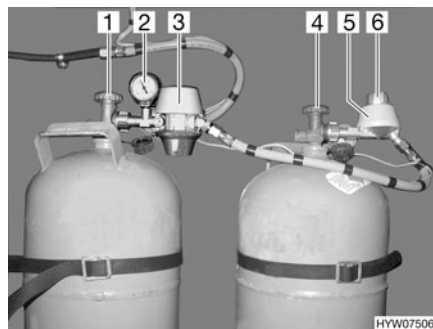
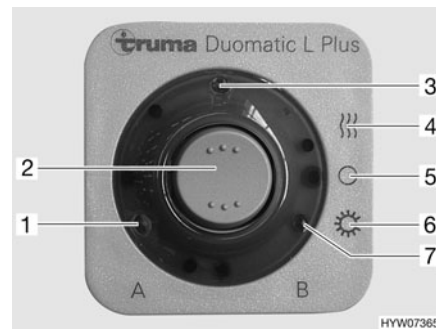

Fig. 125 Dispositif de commutation Duomatic
Fig. 126 Unité de commande
Le dispositif de commutation Duomatic consiste en un régulateur central (Fig. 125,3) et un régulateur de commutation (Fig. 125,5). Un bouton rotatif (Fig. 125,6) situé sur le régulateur de commutation permet de définir laquelle des bouteilles de gaz est celle de service et laquelle est celle de réserve.
Le manomètre (Fig. 125,2) du régulateur central affiche la pression dans la bouteille de gaz et non pas le niveau de remplissage de la bouteille. Le manomètre permet de contrôler l'étanchéité de la bouteille de gaz.
Seules les fonctions électriques peuvent être activées sur l'unité de commande (Fig. 126). Les robinets principaux des bouteilles de gaz (Fig. 125,1 et 4) doivent être ouverts manuellement.
- Ouvrir les robinets principaux des bouteilles de gaz (Fig. 125,1 et 4).
- Choisir la bouteille de gaz avec le bouton rotatif (Fig. 125,6) situé sur le régulateur de commutation (Fig. 125,5) à partir de laquelle le gaz sera utilisé principalement (bouteille de service).
Lorsque le bouton rotatif se situe dans le domaine rouge, le gaz est prélevé prioritairement à partir de la bouteille de gaz équipée du régulateur central (Fig. 125,3).
Lorsque le bouton rotatif se situe dans le domaine vert, le gaz est prélevé prioritairement à partir de la bouteille de gaz équipée du régulateur de commutation (Fig. 125,5).
- Mettre en marche le dispositif de commutation Duomatic sur l'unité de commande (Fig. 126).
Pour ce faire, régler le commutateur à bascule (Fig. 126,2) sur régime hiver "Marche et chauffage" (Fig. 126,4) ou bien sur régime été "Marche" (Fig. 126,6). Les deux régulateurs de pression du gaz sont maintenant désaérés. Le voyant de contrôle (Fig. 126,3) s'allume.
- Mettre le commutateur à bascule (Fig. 126,2) sur "O" (Fig. 126,5). Le voyant de contrôle (Fig. 126,3) s'éteint.
- Fermer les robinets principaux des bouteilles de gaz (Fig. 125,1 et 4).
Les voyants de contrôle de l'unité de commande (Fig. 126) signalisent à l'intérieur du véhicule si les bouteilles de gaz sont en état de marche.
- Voyant de contrôle "A" (Fig. 126,1) : Bouteille de gaz raccordée au régulateur central
- Voyant de contrôle "B" (Fig. 126,7) : Bouteille de gaz raccordée au régulateur de commutation